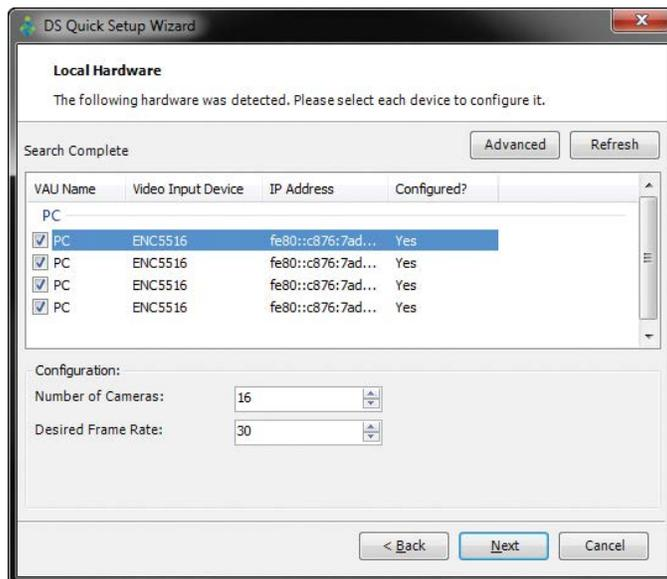

Рис. 14. Диалоговое окно Local Hardware (Локальная аппаратура)
6. Появится диалоговое окно Local Hardware (Локальная аппаратура) (см. рис. 14 на стр. 15), отображающее обнаруженную аппаратуру (кодеры), количество камер видеонаблюдения, подсоединенных к каждому кодеру, и частоту кадров. Кодер будет идентифицирован как драйвер ENC5516 или HP3000 (ENC5416).